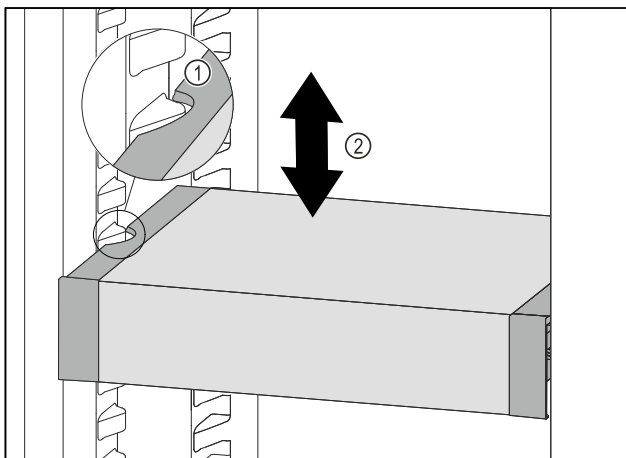

Fig. 67
- VarioSafe nach vorne ziehen, bis sich die seitlichen Aussparungen des VarioSafes auf Höhe der Behälterrippe im Kühlteil befinden. *Fig. 67 (1)*
- VarioSafe im Kühlteil nach oben oder unten bewegen, bis gewünschte Höhe erreicht ist. *Fig. 67 (2)*